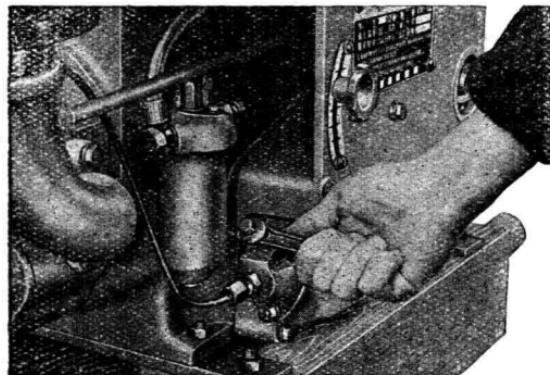

图 5 旋松喷油泵放气螺栓，
7. 用呆扳手将喷油泵上的放气螺钉或输油管管接螺栓旋松，使混杂在燃油管道中的空气放出。等到流出的柴油不带气泡时，再旋紧螺栓(图 5)。